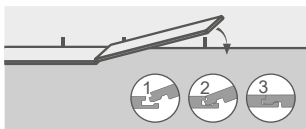
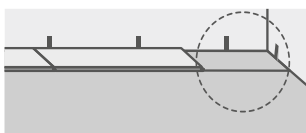

Рисунок 8
Рисунок 9
- 12.13 Планки первого ряда соединить последовательно: торцевой гребень следующей планки вставить в паз уложенной планки под углом 30–45° сверху вниз, затем планку опустить к основанию лёгким нажатием на её торец (см. Рисунок 8). Завершающую планку первого ряда подрезать до требуемой длины (см. Рисунок 9) и уложить аналогично. Контролировать отсутствие смещения планок. Между планками и стеной установить распорные клинья. При необходимости выполнить подбивку монтажной скобой и (или) подбивочным брусом и молотком.
12.18.2 Планки нового ряда соединить последовательно: торцевой гребень следующей планки вставить в паз уложенной планки под углом 30–45° сверху вниз, затем планку опустить к основанию лёгким нажатием на правый торец. Завершающую планку ряда подрезать до требуемой длины (см. Рисунок 9) и уложить аналогично. Контролировать отсутствие смещения планок.